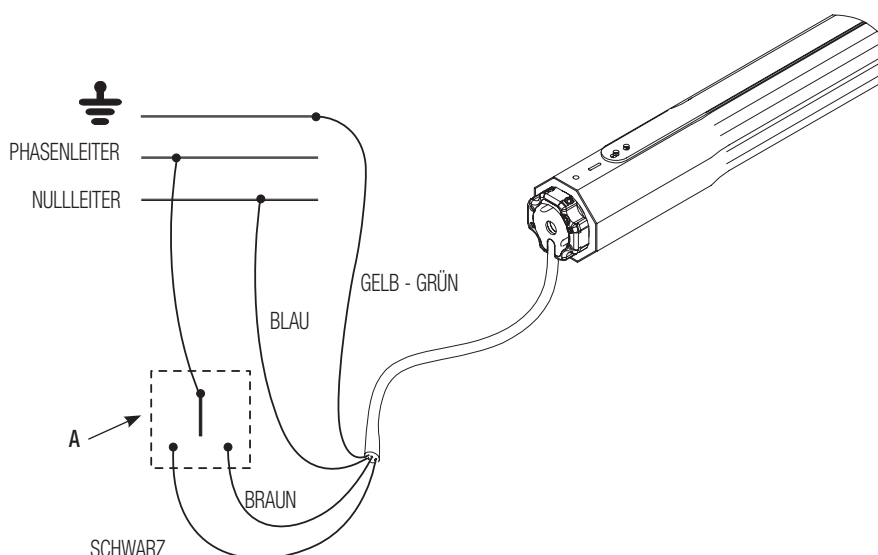

Abb. 17
1. Die Drähte der Elektrowelle an den doppel-Taster mit mechanischer Verriegelung entsprechend dem Plan in Abb. 17 anschließen
2. Den doppel-Taster mit mechanischer Verriegelung laut Abb. 17 an die Anlage anschließen.
5. Bei falscher Drehrichtung die Stromzufuhr unterbrechen, im doppel-Taster mit mechanischer Verriegelung (Abb. 17, Bez. A) den schwarzen mit dem braunen Draht vertauschen und dann den einwandfreien Betrieb prüfen.